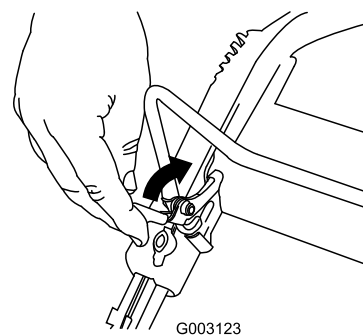

Figure 30
1. Tirez le verrou de la barre de commande en arrière (Figure 30).